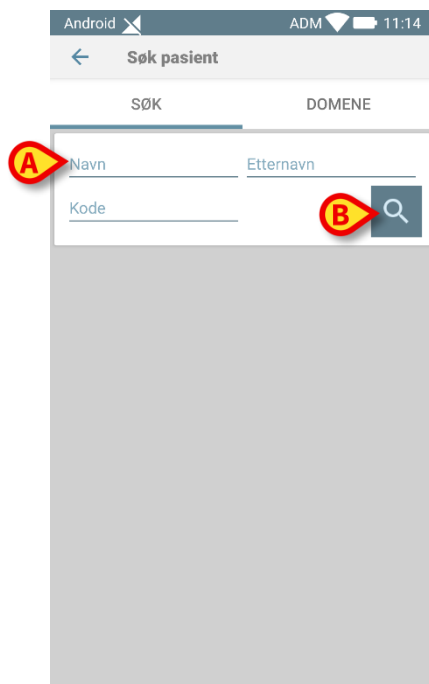

Fig. 153
Følgende skjermbilde, som gjør det mulig å søke etter og velge pasienten manuelt, vises (Fig. 153):
- Sett inn pasientdataene i søkefeltene (Fig. 153 A. Søk med delvise data er tillatt).
- Trykk på ikonet  (Fig. 153 B).